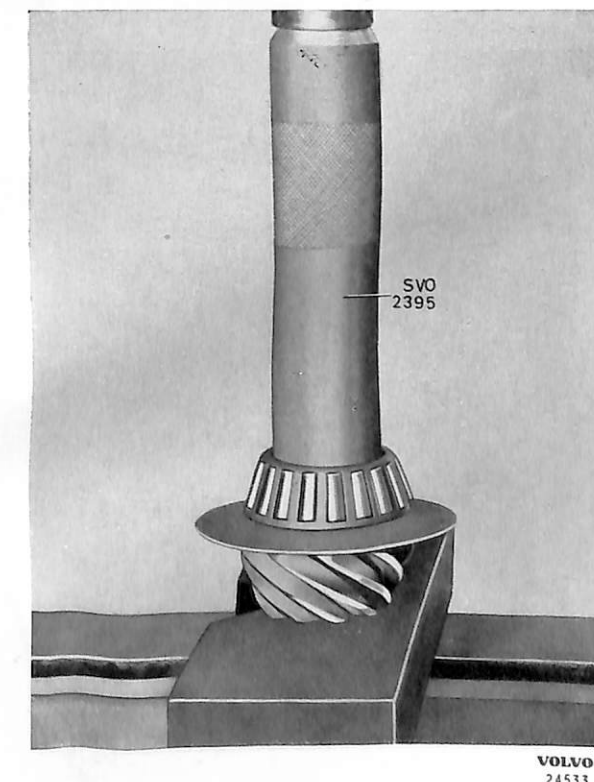

Bild 20. Mont. av bakre pinjonglager.
2. Lägg oljekastarbrickan (31) på pinjongen (28). Pressa på bakre lagret (29) med hylsa SVO 2395, se bild 20.